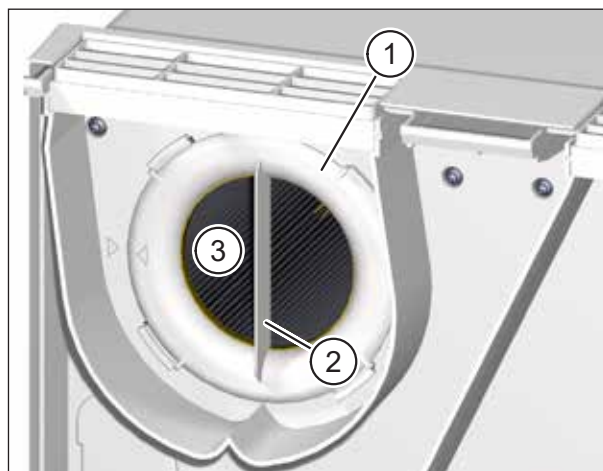

Fig. 16 : Enlever le filtre d'air repris
- ▶ Tournez l'anneau du filtre (pos. 1 dans Fig. 16) sur la poignée (pos. 2 dans Fig. 16) dans le sens inverse des aiguilles d'une montre, jusqu'à ce que l'anneau du filtre se détache des supports.
- ▶ Extrayez l'anneau du filtre, avec le filtre d'air repris (pos. 3 dans Fig. 16), hors de l'appareil d'aération.
- ▶ Vérifiez la position de l'anneau du filtre. Il faut que la poignée soit en position verticale et que la flèche sur l'anneau du filtre soit alignée avec la flèche de la position d'arrêt (voir Fig. 16 à la page 31).